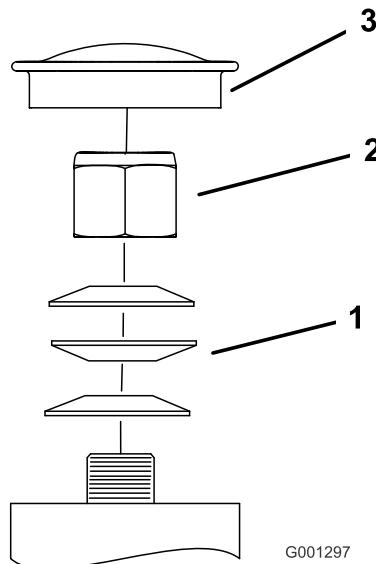

Figure 59
3. Retirez le capuchon antipoussière de la roue pivotante et serrez le contre-écrou (Figure 59).
4. Continuez de le serrer jusqu'à ce que les rondelles élastiques soient aplatis, puis desserrez-le de 1/4 de tour pour obtenir la précharge correcte des roulements (Figure 59).
Important: Veillez à placer les rondelles comme illustré (Figure 59).
5. Remettez le capuchon antipoussière en place (Figure 59).